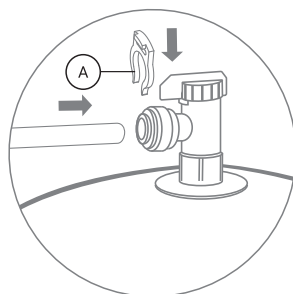

Рис. 27
4. Подключите свободный конец синей трубки 1/4", идущей от фитинга-тройника угольного постфильтра к вентилю накопительного бака: вставьте пластиковую трубку в вентиль до упора (рис. 27), для герметизации соединения приложите дополнительное усилие, при этом трубка утопится еще примерно на 3 мм и будет плотно обжата резиновым кольцом фитинга. Установите стопорную клипсу (А) из комплекта поставки.